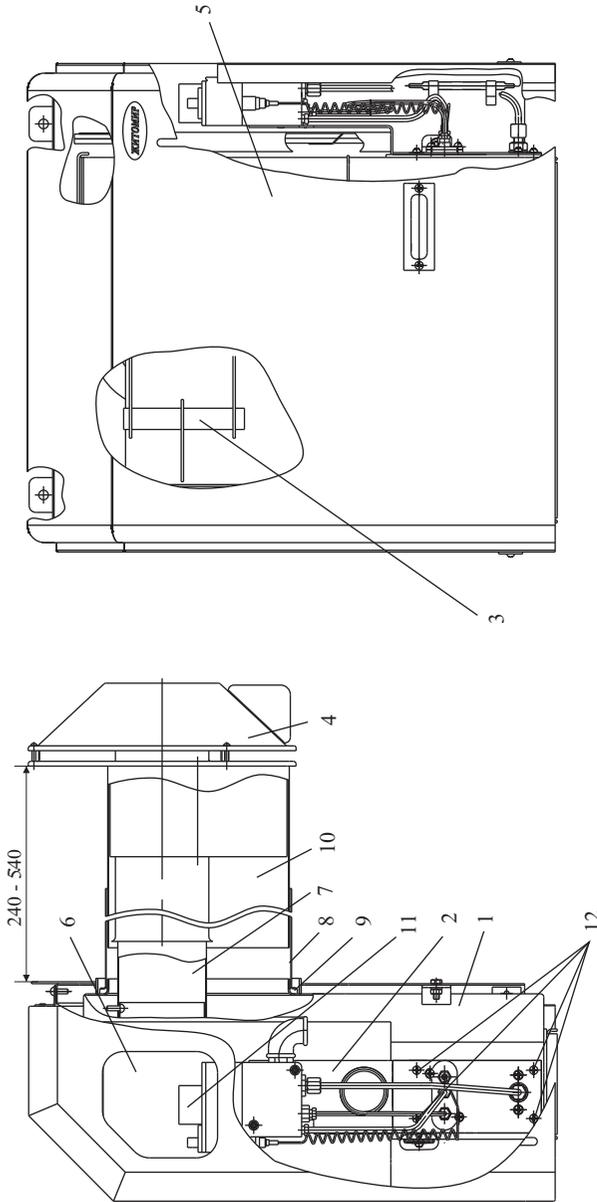

Рис. 1. Будова конвектора
- 5.1.** Конвектор (рис. 1) складається з таких основних частин: корпусу із герметичною камерою згорання, димоповітряного блоку, пристрою газопальника, кришки, що закриває верхній отвір облицювального кожуха. Для забезпечення герметичності топки конвектора між корпусом і димарем, пристроєм газопальника, кришками встановлені прокладки з базальтового картону.
6.4. **Установка конвектора повинна виконуватися відповідно до вимог ДБН В. 2.5-20, а також згідно таблиці 3, у такій послідовності (рис. 1,2).**